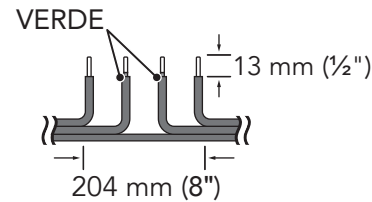

Figura 9.
3. En el punto seleccionado del cable del calentador, corte el cable verde y una de las terminales de suministro eléctrico. Separe cada cable a ambos lados, en segmentos de 102 mm (4 pulgadas). Retire las puntas del conductor, aproximadamente 13 mm (½ pulgada). Véase la Figura 9.